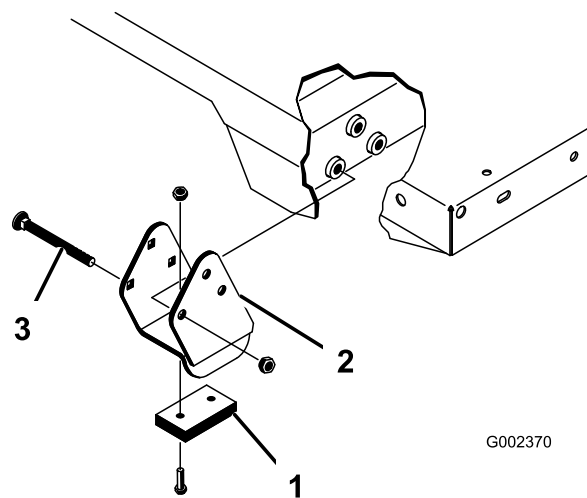

図 32
- 荷台を慎重に車両フレームの上に載せる 後部にある荷台のピボットプレートの穴とリアフレームチャンネル鋼材の穴を揃えて、クレビスピンとリンチピン各2個を取り付ける **図 32**。
- クレビスピンは荷台の外側から差し込み、リンチピンが荷台の外側に向くようにする **図 32**。
スペーサブラケットとウェアブロック **図 32** はキャリッジボルトで固定しますが、このボルトは必ず頭を車両の内側に向けてください。